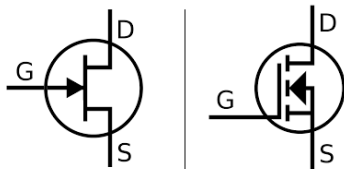
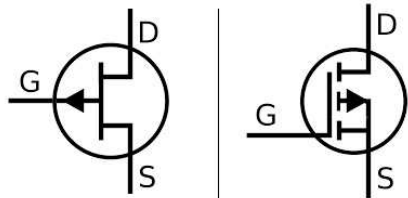

Figura 17 - Simbolul grafic al unui tranzistor FET și MOSFET cu canal N (săgeata poartă indică spre interior).
Figura 18 - Simbolul grafic al unui tranzistor FET și MOSFET cu canal P (săgeata porții indică spre exterior)
- Tranzistorul FET cu canal N (figura 17) are poarta (săgeata) orientată spre interior și cel cu canal P (figura 18) spre exterior.